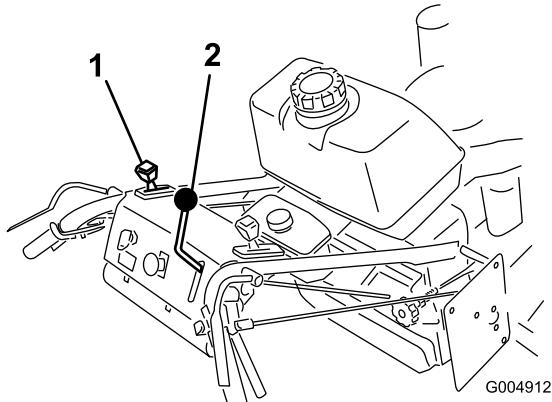

Figura 10
4. Suelte lentamente las palancas de avance para desplazarse hacia adelante (Figura 10).
Para ir en línea recta, suelte las dos palancas uniformemente(Figura 10).
Para girar, apriete la palanca de avance del lado hacia el cual desea girar (Figura 10).
Desde punto muerto, apriete lentamente las palancas de avance para desplazarse hacia atrás (Figura 10).